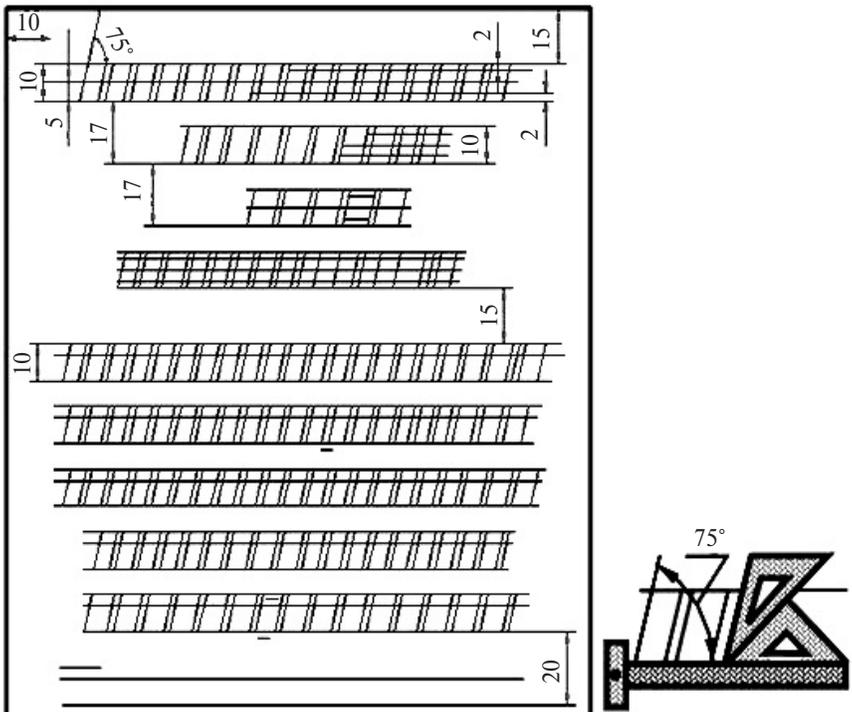

Рис. 6. Вспомогательная сетка
2. Выполнить вспомогательную сетку (рис. 6) сплошными тонкими линиями.